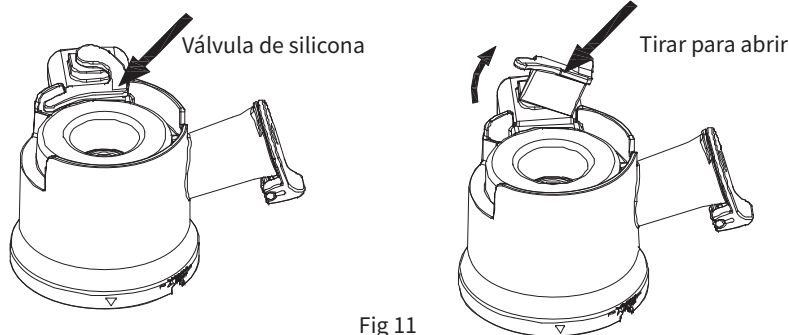

Fig 11
2. En caso de que queden residuos en la boca de la boquilla de pulpa, extraiga la válvula de silicona como se muestra en (Fig 11) a continuación y límpiela con agua corriente.